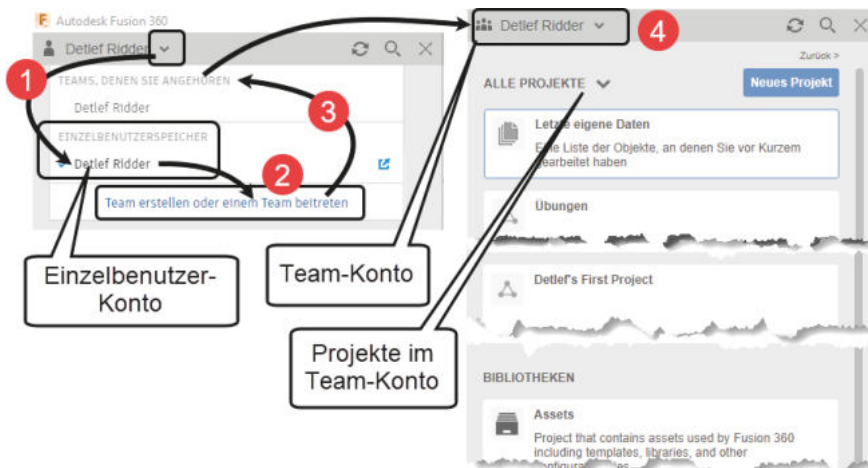

Abb. 1.8: EINZELBENUTZER- und TEAM-KONTO
Neben dem normalen EINZELBENUTZER-KONTO können Sie auch ein TEAM-KONTO anlegen (Abbildung 1.8) ❶ – ❹, um dort Projekte auch zur Beteiligung anderer freizugeben.